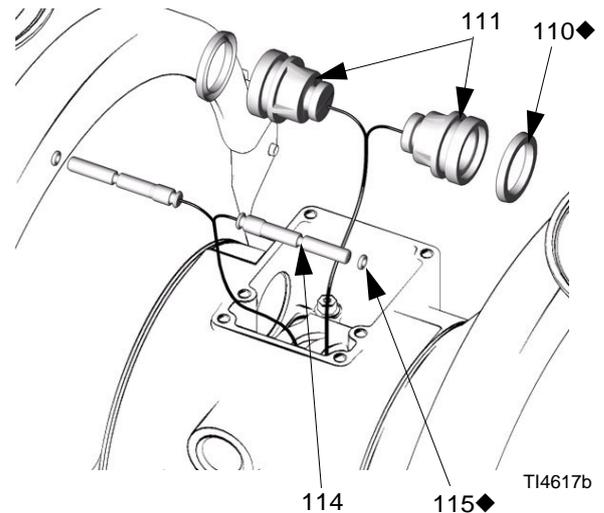

FIG. 8
4. Tirez les deux pistons d'actionneur (111). Retirez les joints en coupelle (110) des pistons. Tirez les axes de commandes (114). Retirez les joints toriques (115) des axes de commande. Consultez la FIG. 8.